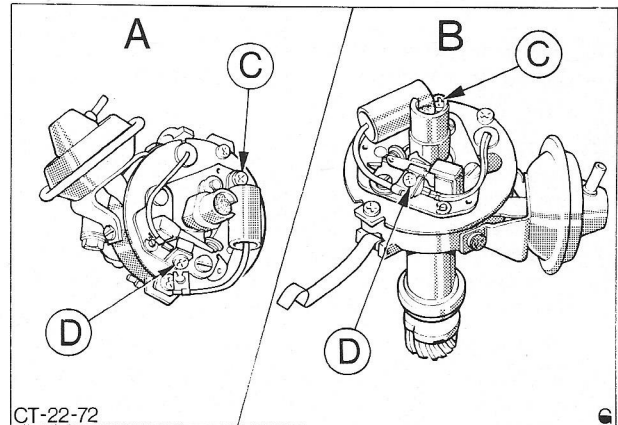

Fig. 58 A - Stroomverdeler voor Kent OHV motoren
21. Sluit de condensatordraad en de onderbrekerdraad aan, zie Fig. 58.